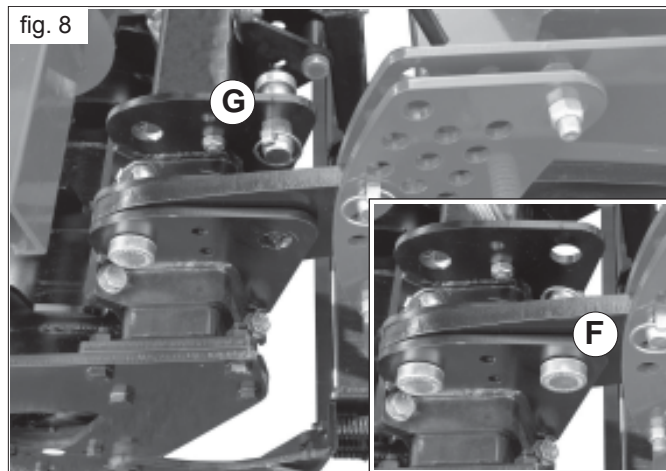

fig. 8
- Rimuovere le spine di bloccaggio del rullo (F, Fig. 8), riponendole nella posizione (G). Con attrezzature accoppiate, questa operazione permette di garantire un parallelismo nel movimento tra attrezzatura e seminatrice durante le fasi di lavoro.